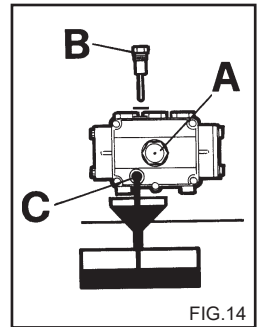

FIG. 14
- 2) Skru proppen af ved hjælp af olieinden (fig. 14).